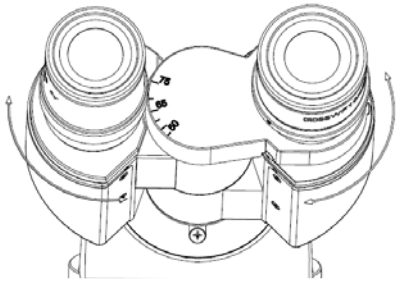

Рис.10
1. Регулировка межзрачкового расстояния (рис.10)